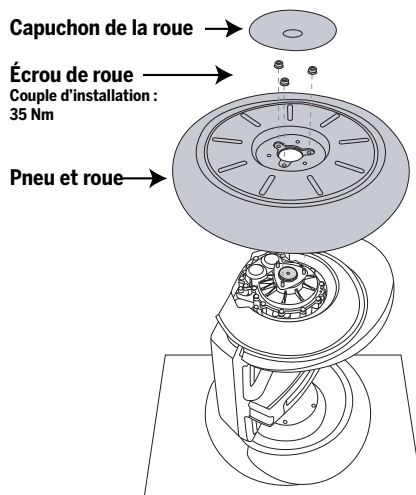
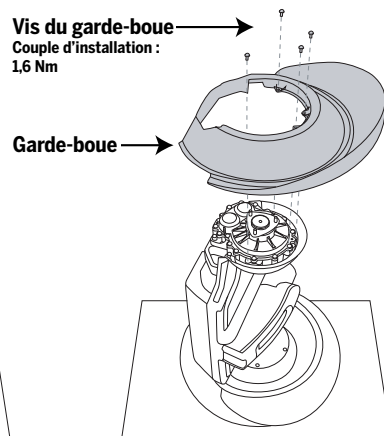

Figure 1. Retrait ou installation de l'ensemble pneu et roue
Figure 2. Retrait ou installation du garde-boue
6. À l'aide d'une clé à six lobes T20, retirez les (4) vis qui maintiennent le garde-boue monté sur la boîte d'engrenages et soulevez le garde-boue. Les (4) vis sont nécessaires pour remettre le garde-boue en place. Référez-vous à la figure 2.
10. Pour remplacer le garde-boue, positionnez celui-ci de manière à l'aligner avec les trous pratiqués dans la boîte d'engrenages. Référez-vous à la figure 2.
11. Vissez les (4) vis dans le garde-boue et la boîte d'engrenage. Serrez les vis à un couple de 1,6 Nm à l'aide d'une clé à six lobes T20.
12. Pour remettre la roue en place, placez l'ensemble pneu et roue au-dessus des (3) arbres filetés. Référez-vous à la figure 1.
13. Maintenez la roue pour l'empêcher de tourner et retirez les (3) écrous de roue. Serrez les écrous à un couple de 35 Nm à l'aide d'une clé hexagonale de 13 mm.